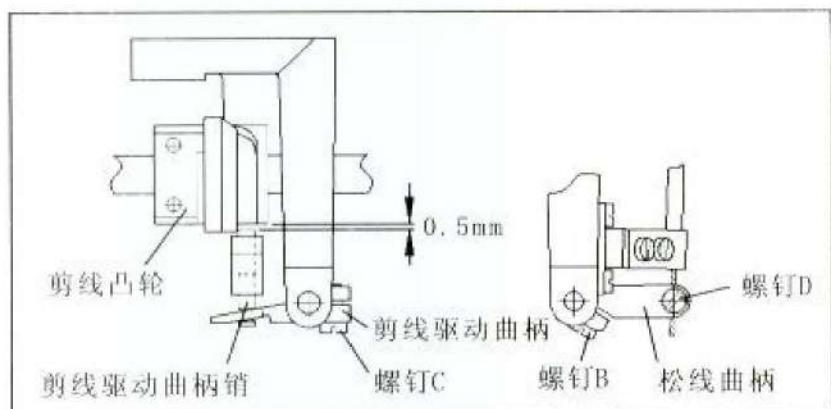

图25
3) 剪线驱动曲柄销与剪线凸轮间隙的调整(图25)：
6) 夹线板松线间隙的调整(图25)：